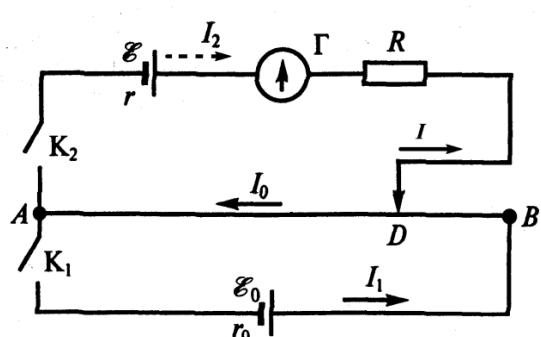

Рис. 6.1.
Схема установки для измерения ЭДС методом компенсации приведена на рис. 6.1.
*Нарисуйте* схему измерительной установки (рис. 6.1).
После получения допуска к работе *соберите* установку в соответствии со схемой рис. 6.1, включив вместо исследуемого источника нормальный элемент Вестона. При этом нормальный элемент и выпрямитель должны подключаться через соответствующие ключи к общему выводу реохорда одноименными (!) полюсами. *Обратите* внимание на то, что первым должен замыкаться ключ, который подключается к выпрямителю. В качестве ограничивающего сопротивления  $R$  *используйте* сопротивление типа «ДВТ», которое включается в цепь крайними выводами. *Обратите* внимание на то, что для перемещения движка реохорда предусмотрена вращающаяся ручка в его правой части.
17. Можно ли скомпенсировать ЭДС  $\varepsilon$ , если  $|\varepsilon_0| < |\varepsilon|$  (рис. 6.1)?
24. Примените правила Кирхгофа для объяснения «работы» установки на рис. 6.1.